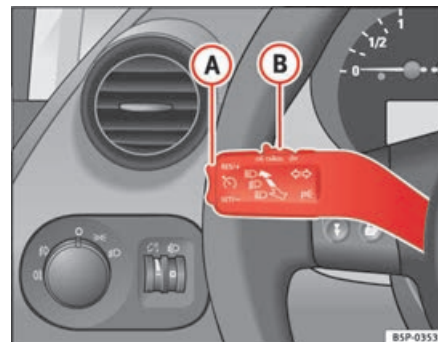

Fig. 148 Alavanca dos indicadores de direcção e máximos: comando e interruptor basculante para o regulador de velocidade
- Depois de se atingir a velocidade que se pretende memorizar, premir brevemente a parte inferior do interruptor basculante **SET/-** ⇒ fig. 148 **A** uma vez.